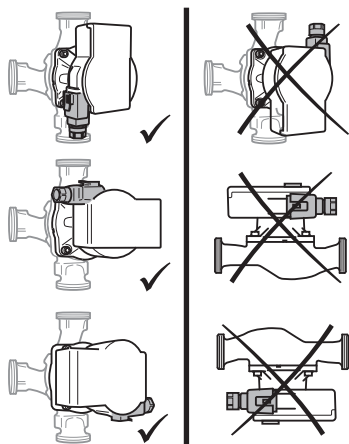

Fig. 2: Vgradni položaji
- Izberite mesto vgradnje v skladu z dopustnim vgradnim položajem (Fig. 2).
- Držite glavo motorja (2+6) in odvijte 4 vijake ohišja (5).
- Upoštevajte dopusten vgradni položaj (Fig. 2) in puščico za smer toka na ohišju črpalke (1).
- Pritegnite 4 vijake ohišja (5).